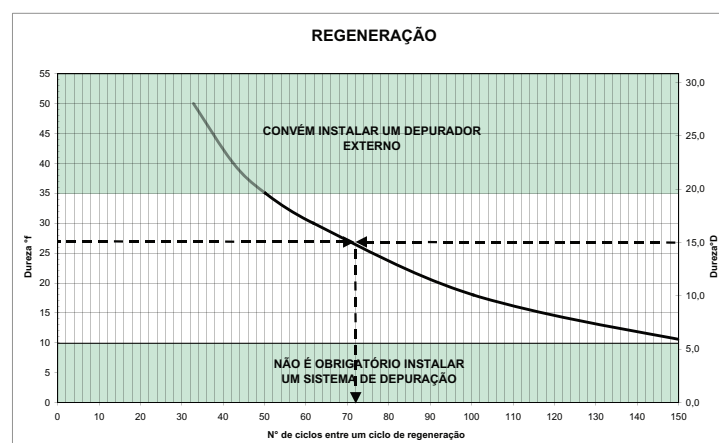

fig. 11
- Verifique e, no limite, restabeleça o sal tendo cuidado para não derramá-lo na cuba. Uma forte concentração de sal na cuba pode comprometer a integridade da cuba e a vida da máquina. Encha o respectivo compartimento, situado no interior da cuba (vide fig. 11) com sal grosso de cozinha (grãos de 1-2 mm).